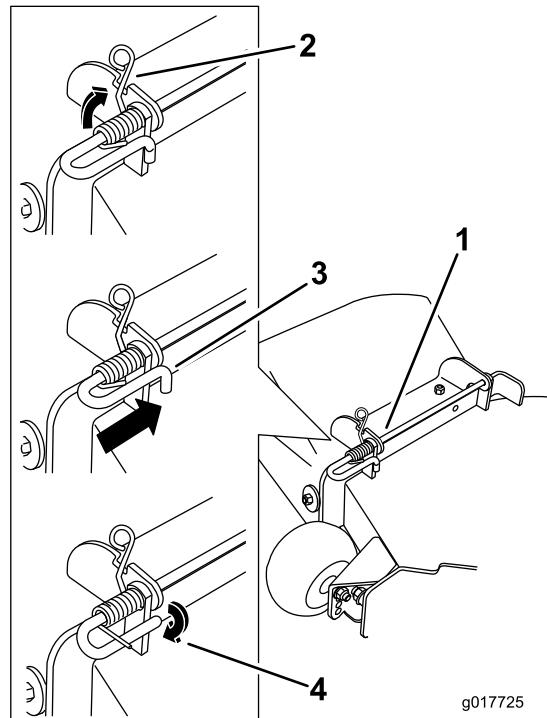

Bild 77
5. Befestigen Sie die Stange und Feder, indem Sie diese so drehen, dass das kurze Ende der Stange hinter die vordere Halterung passt, die an das Mähwerk geschweißt ist (Bild 77).